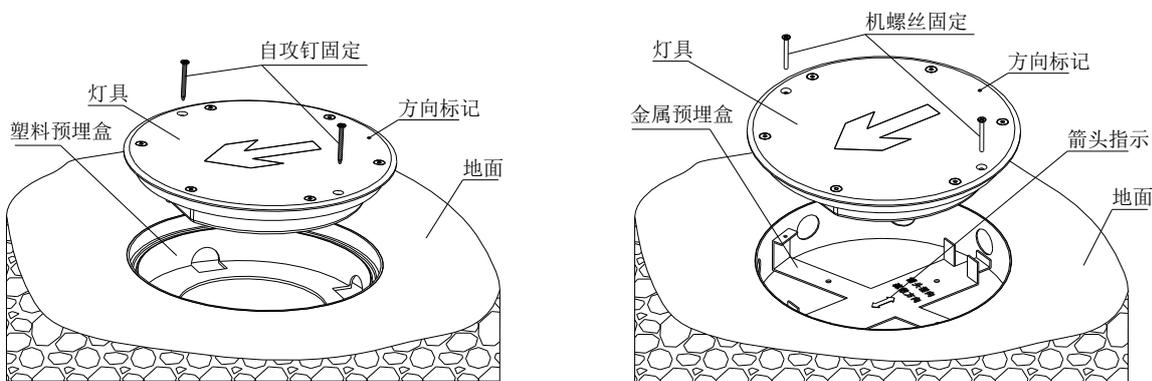

图 41
- 3、接线完成后将灯具装入预埋盒内，调整灯具指示方向后用固定螺钉固定灯具。注意：为防止腐蚀性液体进入预埋盒内造成壳体腐蚀，建议灯具与预埋盒的接缝处使用密封胶密封。箭头标志应指向疏散方向，同一支路上的灯具方向标记点位置应相同。如图 41 所示，左图为塑料预埋盒安装方式，右图为金属预埋盒安装方式。